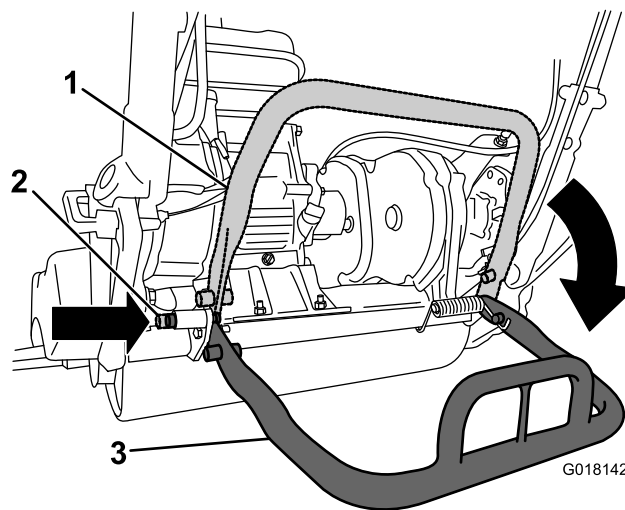

Figura 5
2. Baje el caballete e introduzca el pasador de bloqueo para bloquear el caballete en la posición de MANTENIMIENTO (Figura 5). Deje que la máquina se apoye sobre el caballete bloqueado.